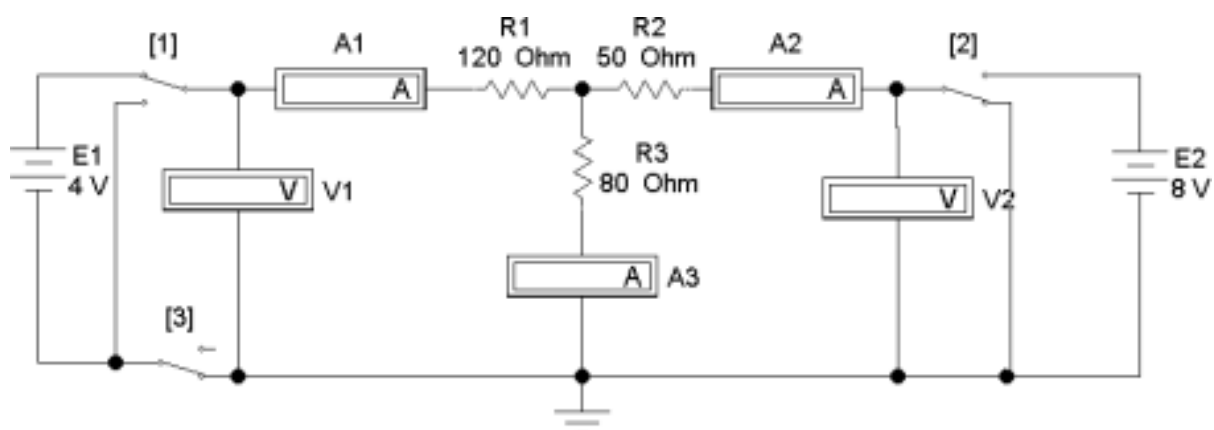

Рисунок 2.1
В работе используется двухконтурная схема, показанная на рис. 2.1. Значения ЭДС источников постоянного напряжения и сопротивлений в исходной схеме задаются согласно табл. 2.1 (номер варианта указывает преподаватель). В процессе работы значение  $E_1$  придется изменить в соответствии с программой.
5. В чем сущность принципа наложения и как его проверить на примере цепи рис. 2.1?